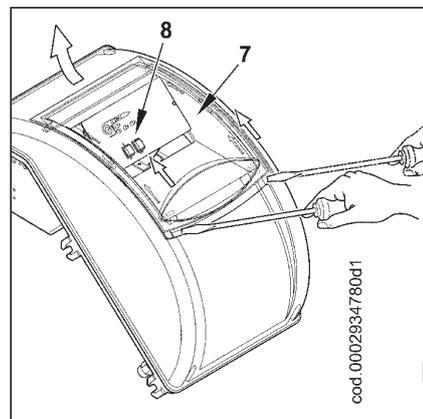

Рисунок 4
- Для закрытия крышки электрического щита, заверните четыре винта (1) моментом затяжки, равным приблизительно 5 Нм, для обеспечения хорошего уплотнения. Для получения доступа к приборному щитку (8) отцепите прозрачное окошко (7) легким нажатием инструмента (например, отвертки) в направлении стрелок (рис. 4). Пусть окошко слегка продвинется, после чего снимите его с крышки.